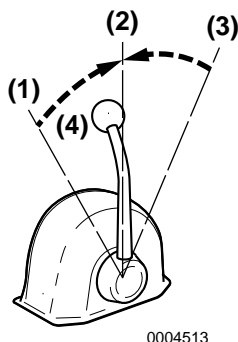

Figure 2
Utilisez la manette d'accélération (**Figure 2, (4)**) pour contrôler l'accélération et la décélération. Déplacez la manette lentement.
2. **REMARQUE: N'embrayez JAMAIS la transmission marine à un régime élevé du moteur. Au cours du fonctionnement normal, la transmission marine doit être embrayée seulement avec le moteur au ralenti.** Pour déplacer la manette entre FORWARD (**Figure 2, (1)**) et REVERSE (**Figure 2, (3)**), mettez l'embrayage sur NEUTRAL (**Figure 2, (2)**) et attendez avant de changer lentement l'embrayage vers la position voulue. Ne passez pas brutalement de FORWARD à REVERSE ou vice versa.